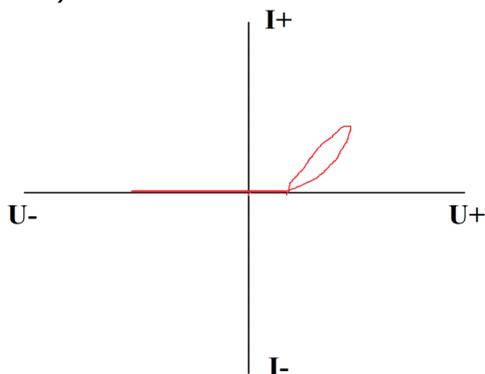

Рисунок 12. Внешний вид графика ВАХ соединения конденсатора и диода.
- Соединение конденсатора и диода будет выглядеть следующим образом (Рисунок 12):